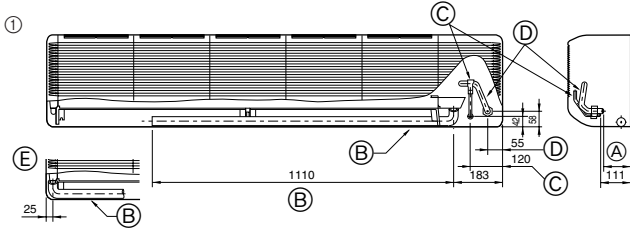

Fig. 4-3
- ① Soğutucu ve drenaj borularının yerleri (Fig. 4-3)